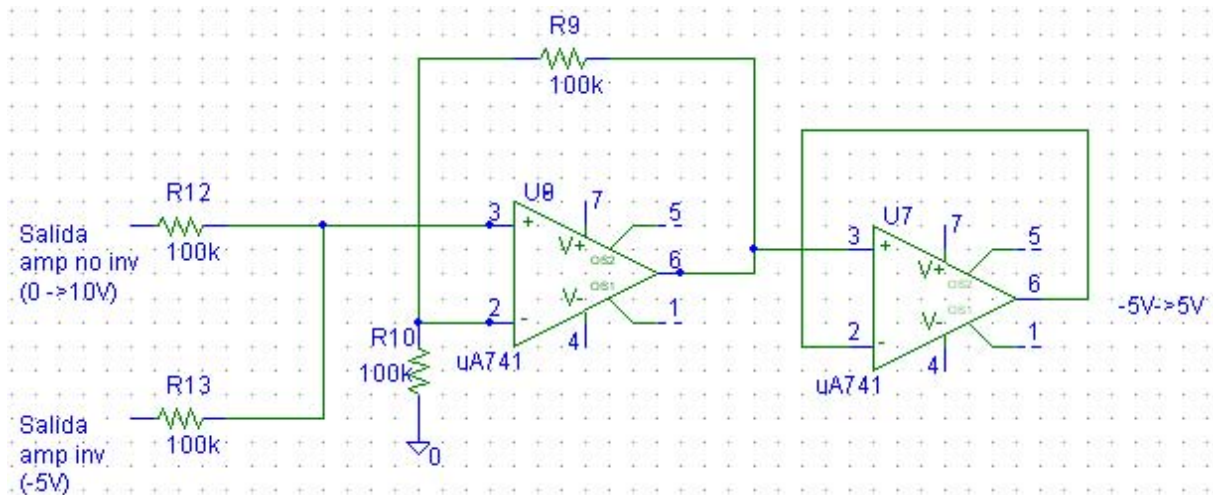

Figura 93: Amplificador sumador no inversor con seguidor de voltaje a la salida.
3. Sumar el voltaje constante de $-5V$ al rango de $[0V, 10V]$ obteniendo así un rango de $[-5V, 5V]$. Para sumar estos dos voltajes, se usa el amplificador operacional configurado como amplificador sumador no inversor con ganancia unitaria. El diagrama se muestra en la figura 93.